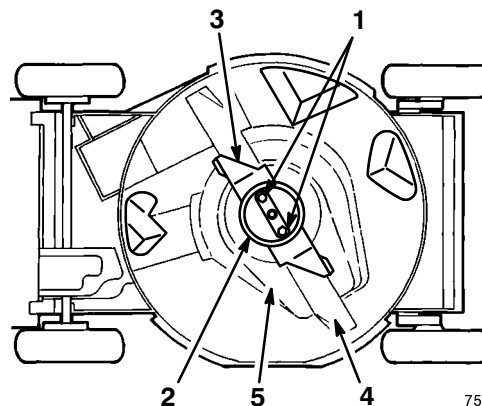

Figure 23
5. Retirer les 2 écrous de lame, la coupelle de protection, l'accélérateur, la lame, la pièce d'écartement de la lame et les 3 boulons de fixation du bouclier d'embrayage de frein de lame au carter de tondeuse, avec leurs rondelles (Fig. 23).
2. Retirer les 2 écrous de lame, la coupelle de protection, l'accélérateur et la lame (Fig. 23).
1. Remonter la lame, l'accélérateur, la coupelle de protection et les 2 écrous de lame (Fig. 23).